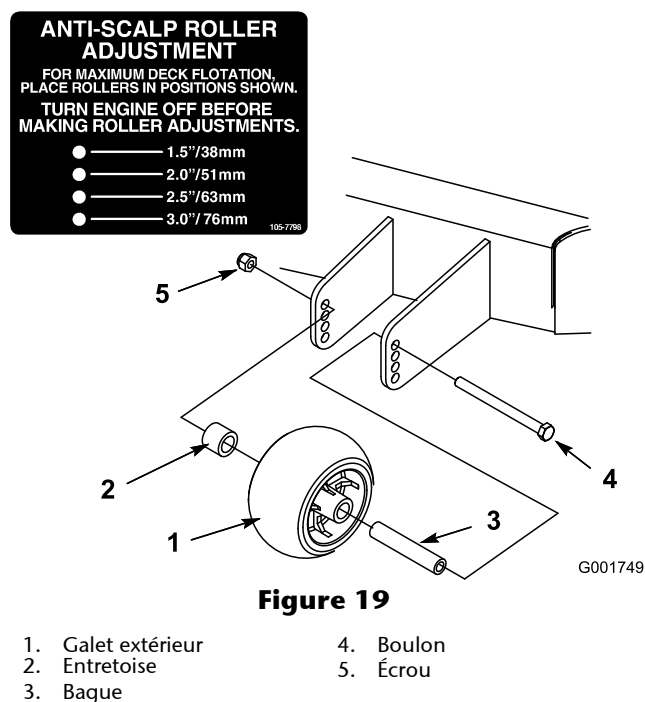

Figure 19
3. Lorsque la hauteur de coupe est réglée, enlevez l'écrou à embase, la bague, l'entretoise et le boulon (Figure 19).
4. Choisissez le trou qui convient pour que le galet extérieur se trouve le plus près possible de la hauteur de coupe correspondante voulue (Figure 19).
5. Posez le galet extérieur, la bague, l'entretoise, le boulon et l'écrou (Figure 19).